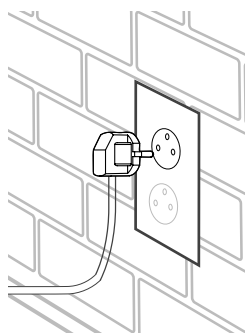

Figura 2.3
8. Collegare la spina alla presa di corrente della cucina. [Figura 2.3]